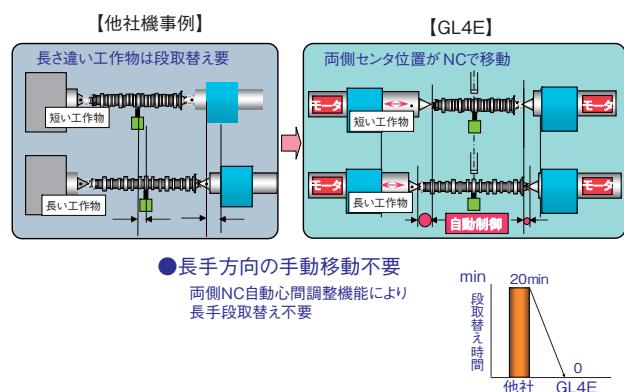

図 4 両側駆動主軸台
- (3) 長さ違いの工作物に対し、左右主軸台のセンタ位置を NC 制御できる。事前のデータ入力により、簡単な画面操作だけで主軸台本体をテーブル上に固定した状態でツーリング変更に対応でき、長手位置の段取り時間が不要となる (図 4)。